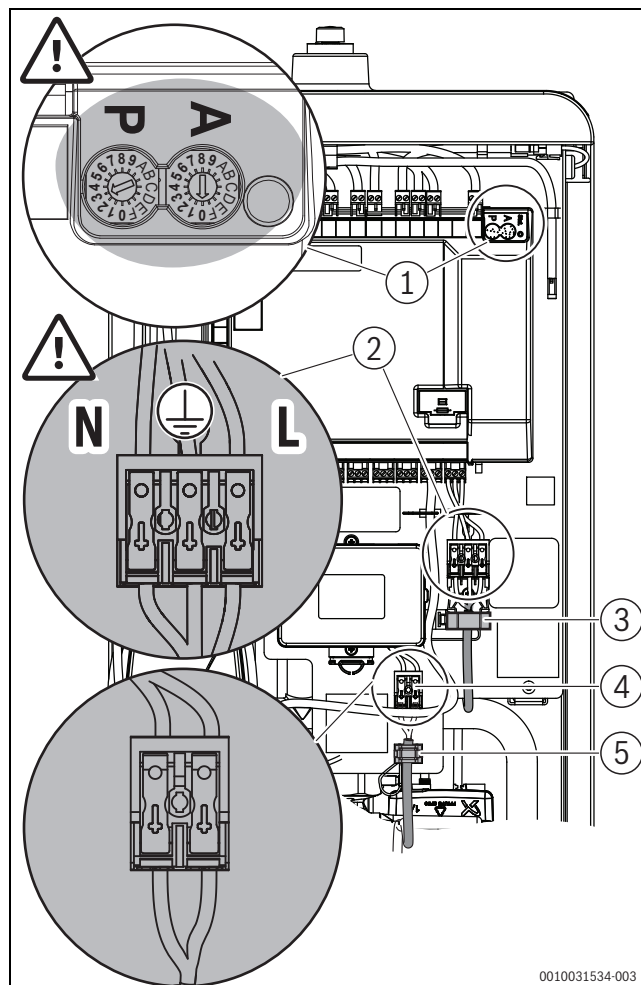

Fig. 27 Établir un raccordement au réseau électrique et raccorder le circuit de contrôle du chauffage auxiliaire
Le câble de réseau raccordé à la borne de raccordement au réseau électrique est un câble standard de 2,5 m de long de type H05V2V2 F, 3x1,5 mm² (→ fig. 27).
- ▶ Établir un raccordement au réseau électrique via la borne de raccordement au réseau électrique sur la plaque de jonction (→ fig. 27, [2]).
- ▶ Attention au réglage correct du potentiomètre pour les applications hybrides (**P=3 et A=0**) selon la fig. 27, [1]. Le cas échéant, tourner la flèche avec un tournevis dans la position correspondante.